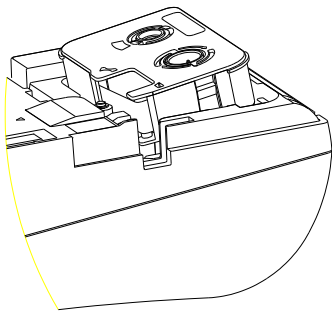

图 1
2. 将色带盒倾斜如图 1, 先让色带绕过打印头, 使色带盒平整放入机器;